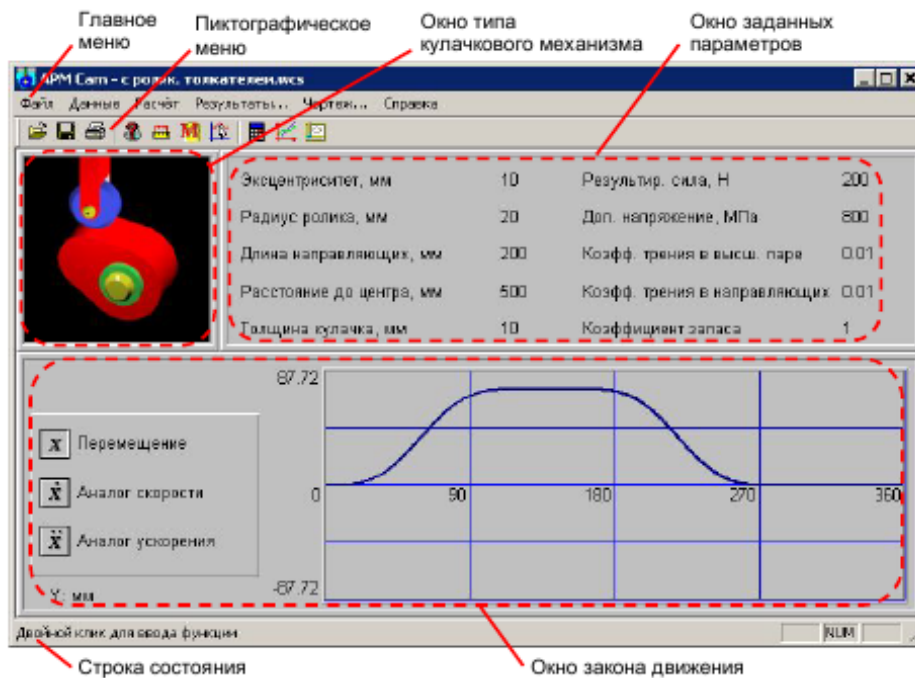

Рисунок 2.1 Общий вид системы ARM Cam
Вызвать диалоговое окно ввода геометрических данных можно тремя способами: выбрать команду Данные | Геометрические данные...; дважды щелкнуть мышкой по левой части окна «Заданные параметры» (рисунок 2.1).
- дважды щелкнуть мышкой по окну «Закон движения» (рисунок 2.1).